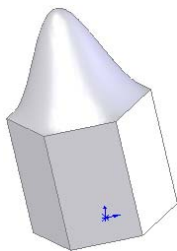

图 4-11 连续圆顶的图形
**06** 确认圆顶特征。单击属性管理器中的“确定”图标按钮, 并调整视图的方向，结果如图 4-11 所示。